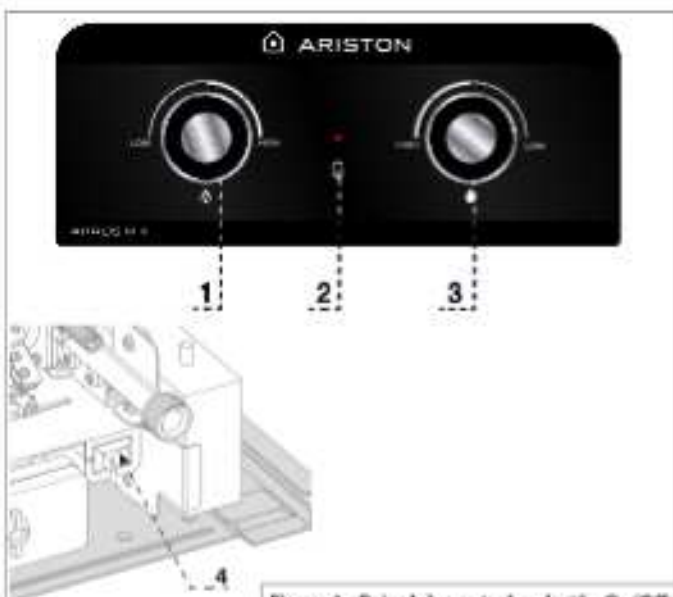

Figura 1 - Painel de controlo e botão On/Off
- Ligar: pressione o botão power on/off (ver Figura 1 – Painel de controlo e botão On/Off - no.: 4)
- Desligar: pressione o botão On/Off (ver Figura 1 – Painel de controlo e botão On/Off - no.: 4)
O botão de gás (ver Figura 1 – Painel de controlo e botão On/Off - no.: 1) ajusta a potência máxima do queimador. A rotação no sentido do relógio aumentará a potência máxima do queimador, se a rotação no sentido anti-relógio diminuir a potência máxima do aparelho.
O botão de água (ver Figura 1 – Painel de controlo e botão On/Off - no.: 2) ajusta o fluxo de água máximo permitido para passar pelo aparelho. Se girar no sentido do relógio irá reduzir o fluxo máximo de água no aparelho. Se girar no sentido contrário do relógio aumentará o fluxo máximo de água no aparelho
(ver Figura 1 – Painel de controlo e botão On/Off - no.: 2)